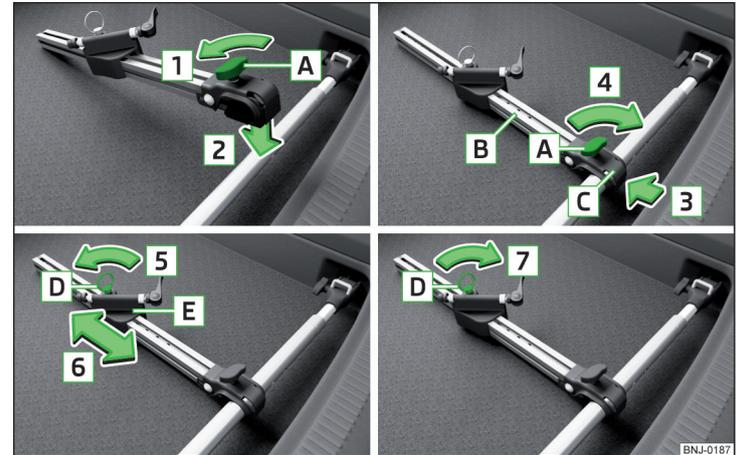

Fig. 107 Montar el portabicicletas
- Para **instalar**, aflojar el tornillo **A** en el portabicicletas (en lo siguiente solamente soporte) en el sentido de la flecha **1** » fig. 107.
- Si se quiere transportar dos bicicletas, entonces aflojar el tornillo **A** » fig. 107 de la pág. 85 en el soporte y desplazar el soporte junto con la bicicleta fijada hacia la izquierda.
- Apretar el tornillo **A** » fig. 107 de la pág. 85 en el soporte.
- En caso necesario ajustar la posición de la parte deslizante **E** » fig. 107 de la pág. 85.